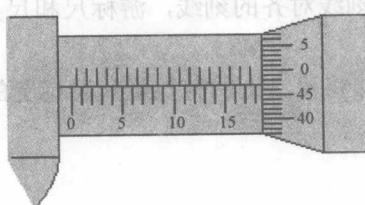

图 1-14 千分尺的读数方法
- ① 先读出固定套筒上露出的刻线整毫米数和半毫米数。
- ② 再看微分筒上哪一格与固定套筒的基准线对正，按数值读出小数部分。
- ③ 将上面两部分尺寸相加即为测量到的实际尺寸，如图 1-14 所示。